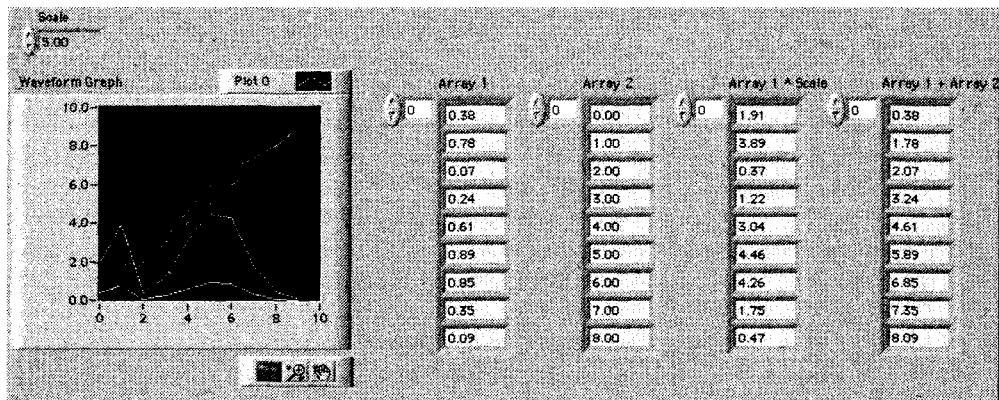

Рис. 7.29
1. Откройте новую панель и создайте ВП, показанный на рис. 7.29. Вначале создайте два массива, прежде всего выбрав шаблон массива в подпалитре **Массив и кластер** палитры **Функции**. Затем поместите числовой элемент отображения в окно шаблона. Для того чтобы увидеть несколько элементов массива, вы должны передвинуть угол окна отображения элементов с помощью сеточного курсора инструмента перемещения. Вы можете сделать видимыми одновременно большое количество элементов одномерного массива, вытягивая границу окна в горизонтальном или в вертикальном направлении.